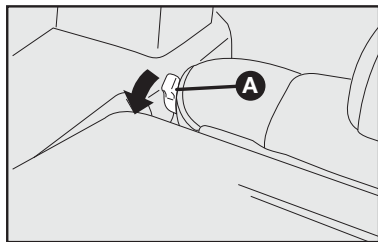

fig. 97
**4)** Desencaixar o encosto, movendo as alavancas laterais **A-fig. 97** no sentido da seta.
Para isso, destravar a alavanca da direita ou da esquerda **A-fig. 97** e rebater para a frente o encosto até obter uma única superfície de carga.